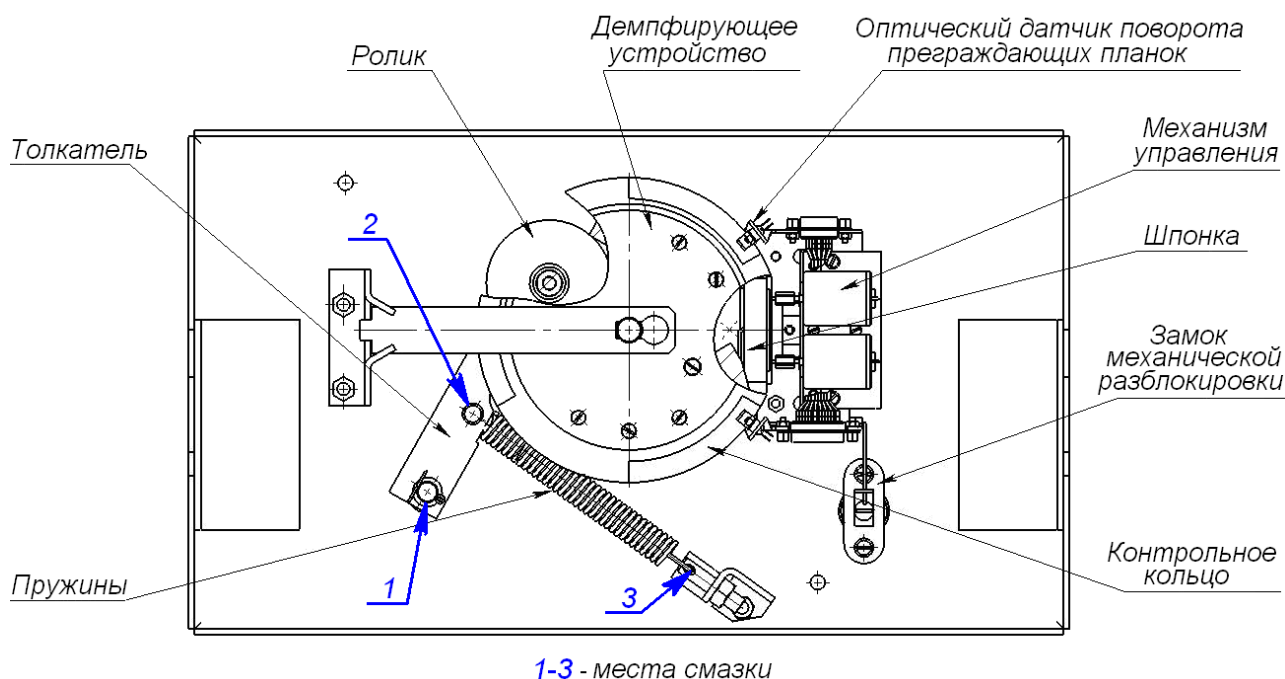

Рисунок 16. Расположение внутренних деталей и узлов стойки ЭП
2. Снимите крышку (3) в порядке, указанном в разд. 6, и положите ее на ровную устойчивую поверхность.
3. Осмотрите устройство доворота (толкатель, пружины и ролик), оптические датчики поворота преграждающих планок и демпфирующее устройство (см. рис. 16).
- четыре втулки на устройстве доворота – две на оси вращения толкателя и две на оси крепления пружин, а также отверстия в деталях крепления пружин, по две - три капли масла в каждое место смазки (места смазки указаны на рис. 16);
- механизмы секретности замка механической разблокировки (7) и замка крышки (4) со стороны замочной скважины.